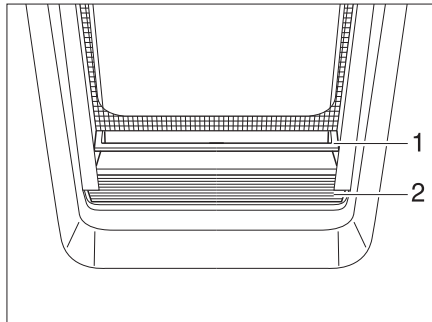

Fig. 47 Dispositif occultant plissé
- Saisir le dispositif occultant plissé (Fig. 47,2) au centre du rebord de saisie (Fig. 47,1), tirer de bas en haut et relâcher à la hauteur désirée. Le dispositif occultant plissé reste alors à cette hauteur.